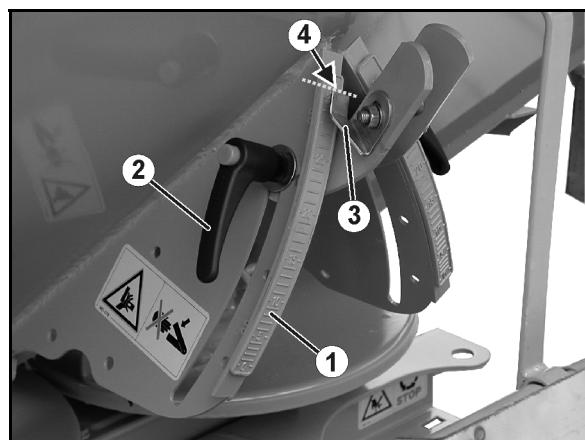

Рис. 61
2. Ослабьте зажимной рычаг (Рис. 61/2).
3. По шкале (Рис. 61/1) найдите значение для положения заслонки, определённое из таблицы норм внесения удобрений или с помощью приспособления для установки сеялки на норму высеива.
4. Установите указатель (Рис. 61/4) стрелки (Рис. 61/3) на значение шкалы.
5. Снова затяните зажимной рычаг (Рис. 61/2).